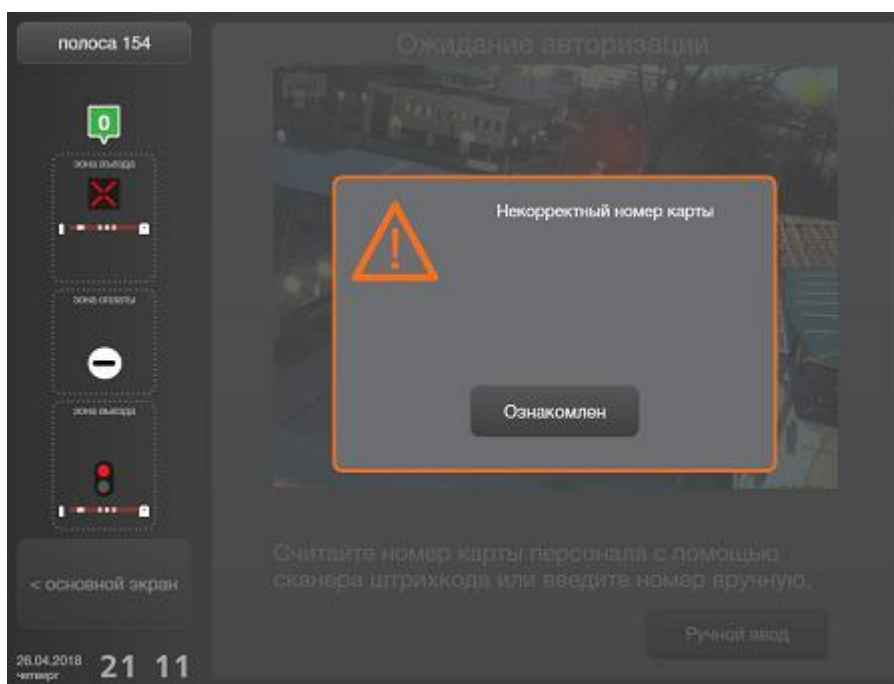

Рисунок 21. Ошибка ввода номера служебной карты
- В случае ошибки ввода номера отобразится сообщение об ошибке (рис. 21), закрыть которое можно нажатием на кнопку **[Ознакомлен]**. Необходимо повторить шаги авторизации, проверив правильность ввода номера служебной карты.